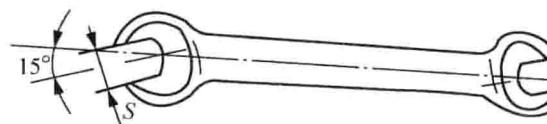

图 1-2 呆扳手
(1) 呆扳手。呆扳手也称开口扳手(图 1-2)。按其开口的宽度 S 大小分 8~10mm、12~14mm、17~19mm 等规格, 通常成套装备, 有 8 件一套、10 件一套等。国外有些呆扳手采用英制单位, 适用于英制螺钉拆卸。